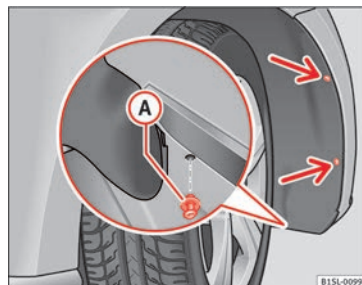
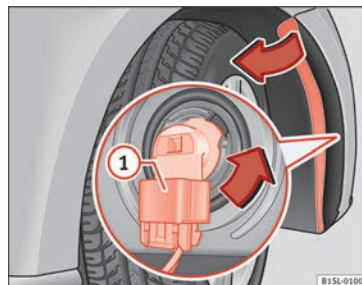

Fig. 86 Sur le passage de roue avant droit : enlevez les vis de fixation (flèches) et retirez le rivet expansible (A).
Fig. 87 Remplacement des ampoules des projecteurs.
- Dévissez deux vis de fixation du revêtement du passage de roue » fig. 86 (flèches) avec le tournevis inclus dans l'outillage de bord » page 75.
- Dévissez le rivet expansible sur la partie inférieure avant du revêtement du passage de roue (A) avec le tournevis de l'outillage de bord et retirez-le complètement » page 75.
- Débloquez la connexion » fig. 87 (1) et retirez-la.
- Tournez le support d'ampoule » fig. 87 dans le sens de la flèche, **dans le sens contraire des aiguilles d'une montre** jusqu'en butée et enlevez-le avec l'ampoule en le retirant vers l'arrière.
- Branchez le connecteur (1) sur le support d'ampoule. La connexion doit s'enclencher de manière audible.
- Placez le rivet expansible sur le revêtement du passage de roue et enfoncez-le complètement » fig. 86 (A).
- Vissez fortement les deux vis de fixation » fig. 86 (flèches) avec un tournevis.